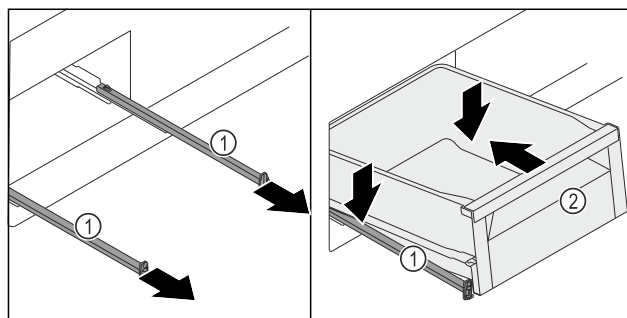

Fig. 128
- Витягніть рейки Fig. 128 (1).
- Міцно тримаючи рейки Fig. 128 (1), установіть висувний ящик Fig. 128 (2) зверху під кутом на рейки Fig. 128 (1).
- Всуňte висувний ящик Fig. 128 (2) на рейках Fig. 128 (1) до упору назад.